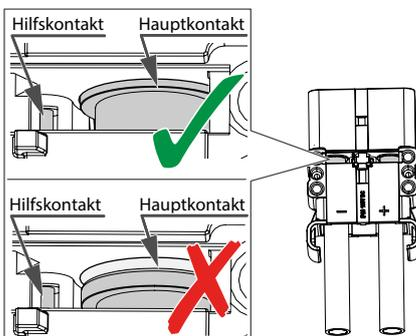

Abb. 21:
- Darauf achten, dass die Hauptkontakte und die Hilfskontakte (falls diese zur Anwendung kommen) korrekt in den Führungen im Gehäuse positioniert sind (Abb. 21).